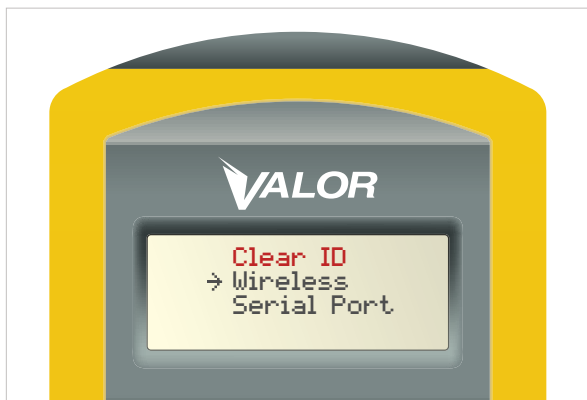

Figure 16
1. Le SmartTool revient par défaut à l'écran Clear ID (effacer l'ID). (Figure 16)